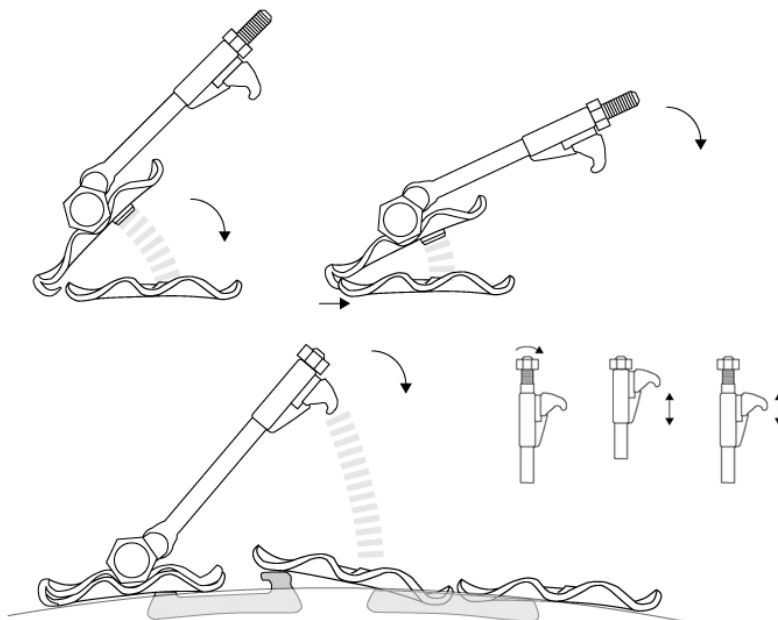
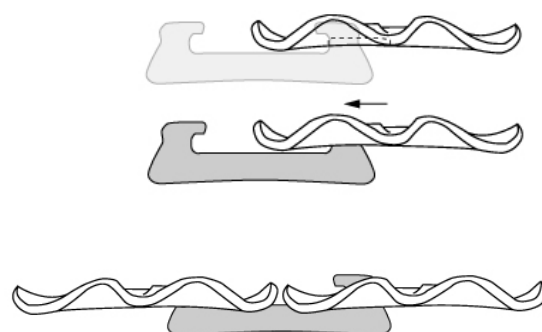
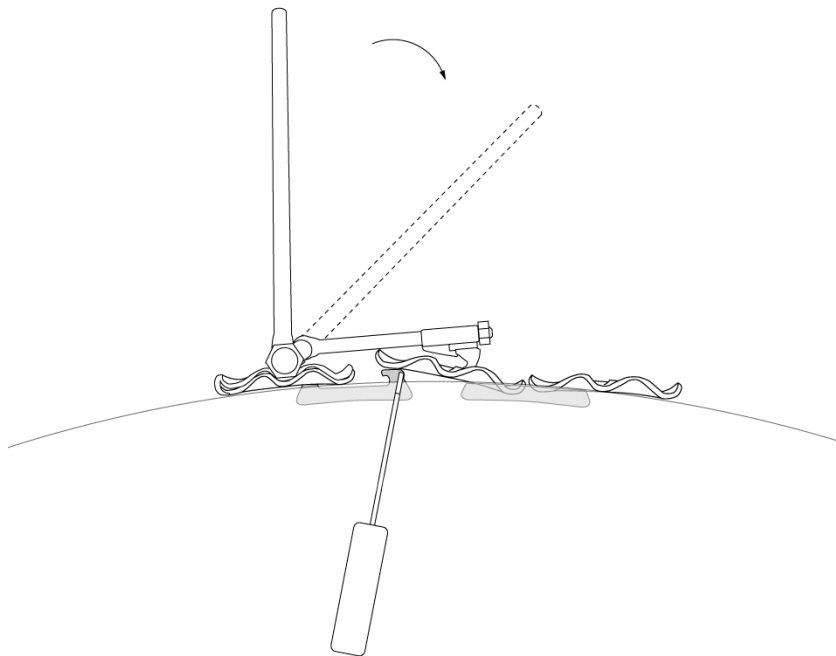

Fig. 5
Fig. 8
Fig. 9
5. Za zatvaranje pod naporom cijelog lanca upotrijebiti steza• (D). Prisloniti steza• (D) na plo•icu (A) i umetnuti obje kukice steza•a u rupe plo•ice koja se treba fiksirati. Dužina steza•a (D) se može podesiti pomo•u vijka koji se nalazi na kraju steza•a (Fig. 5).
**UPOZORENJE: PROVJERITI DA JE SPOJNICA PRAVILNO I KOMPLETNO UŠLA U KANAL PLO• ICE (FIG. 8).**
6. Kad je lanac spojen u jednu cjelinu, popustiti i skinuti steza• (D) sa gume. Kontrolirati rukom da li je lanac •vrsto uklješten u kružni utor gume. U slu•aju da nije, potrebno je lanac otvoriti, na nama najpristupa•nijem dijelu i zamijeniti jednu ili više dugih spojnica (B) sa istim brojem kratkih spojnica (C) kako bi smanjili dužinu za 5 mm po svakoj izmjeni dok ne dobijemo •vrstu zategnutost lanca oko vanjskog dijela gume. Ako imate problema i nakon zamjene spojnica, pogledajte ponovno to•ke 1-5.
7. Skidanje protukliznog ure•aja MITA vrlo je jednostavno. Staviti steza• (D) na bilo koju dostupnu plo•icu (A) jer su sve prikladne za postupak demontiranja. Postaviti steza• (D) kao što je objašnjeno u to•ci 5 (Fig. 5). Sa klju•em (E) snažno okrenuti polugu na steza•u (D) za 90° (Fig. 7-8). Spojnica se mora otk•iti od plo•ice (A), ako je potrebno podignite plo•icu pomo•u odvija•a (F) tako da oslobodite spojnicu (Fig. 9).